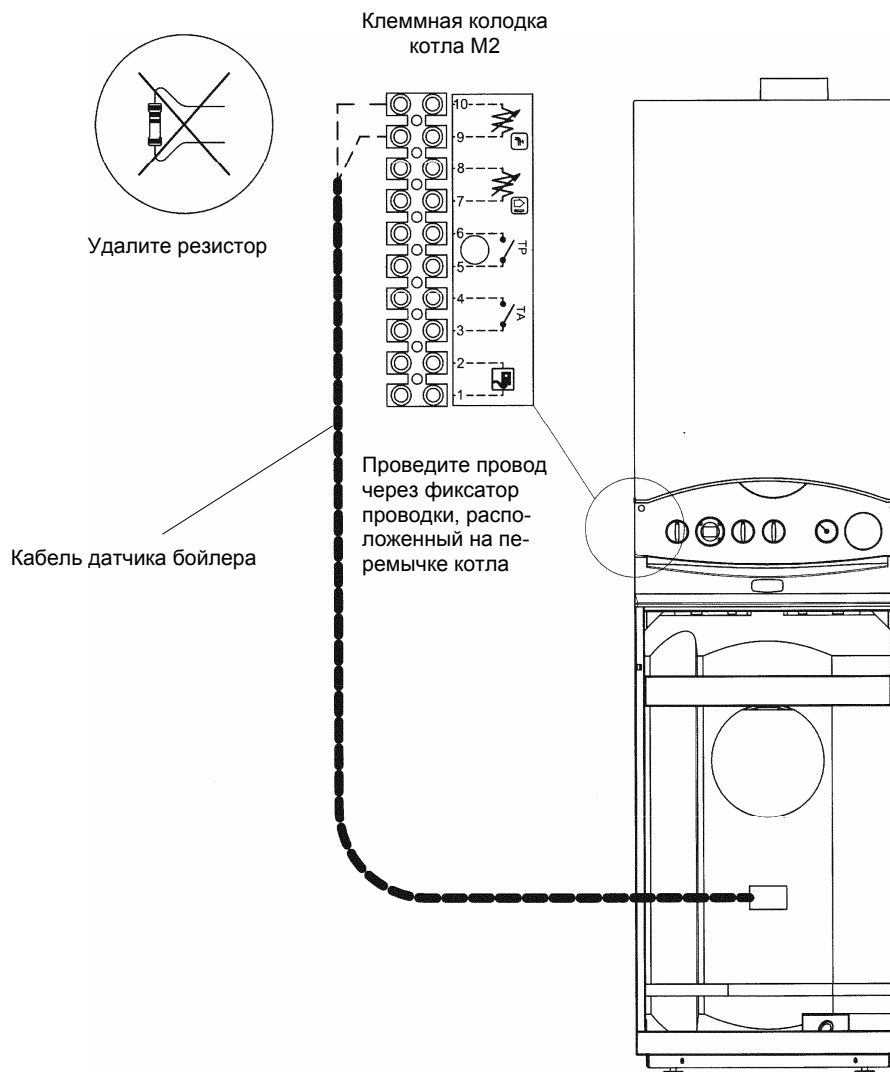

Рис. 3: Присоединение датчика бойлера
- Присоедините кабель датчика NTC контура ГВС COMBI к клеммам 9 и 10 на разъеме M2 (рис.3), предварительно удалив сопротивление.